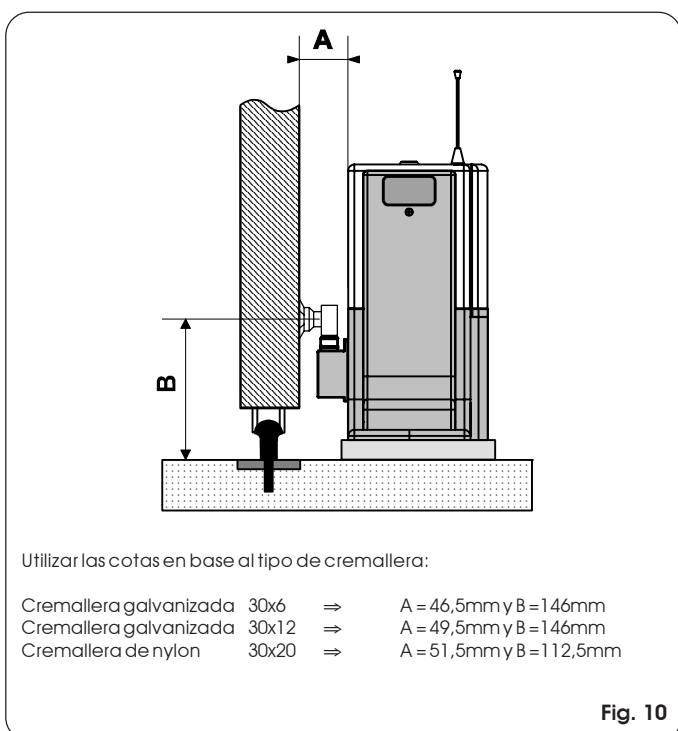

Fig. 10
- Regule la distancia entre el operador y la cancela, tomando como referencia la Fig. 10.